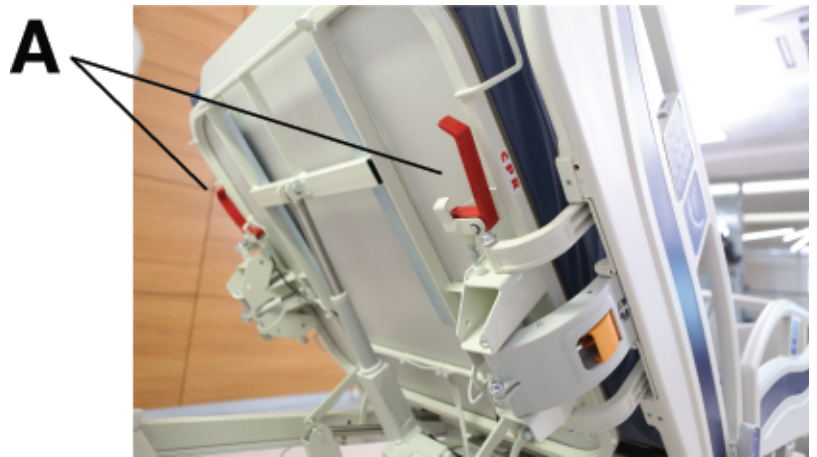

図 13 – 心肺蘇生用リリース
1. いずれかのレバー (A) をつかんで外側に引っ張ります (図 13)。